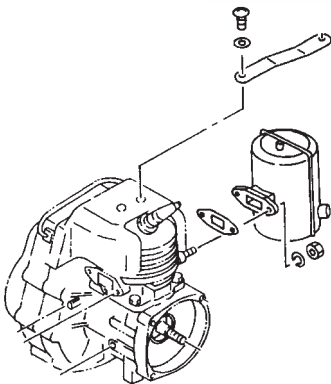

Fig. 25
- c. Remove the muffler and clean out any excess carbon from the exhaust port or muffler inlet every 100 hours of operation. (Fig. 25, 26)
- c. Den Schalldämpfer alle 100 Betriebsstunden abnehmen und Rußablagerungen im Auslaß stutzen oder Schalldämpferinlaß entfernen. (Abbildung 25, 26)